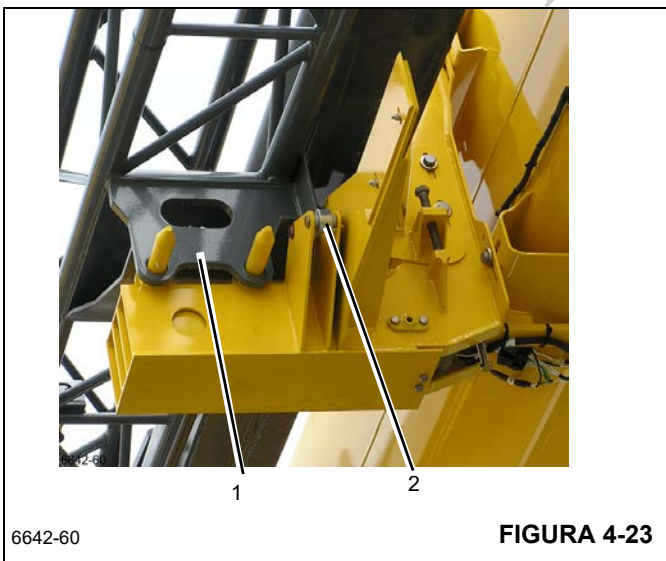

FIGURA 4-23
13. Extienda la pluma aproximadamente 2 pies (60.9 cm) para quitar la extensión (1, Figura 4-23) de la rampa (2).